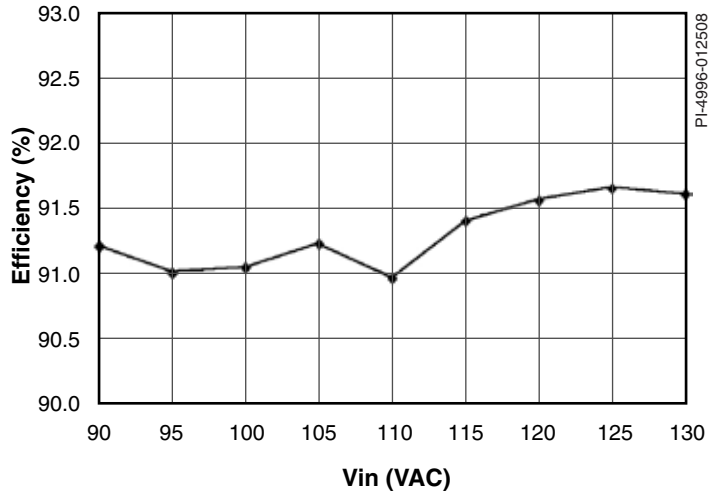

图2. 输入电压 (VAC)随效率(%)的变化
- 在整个工作电压范围内的效率都非常高(>90%) (参见图2)